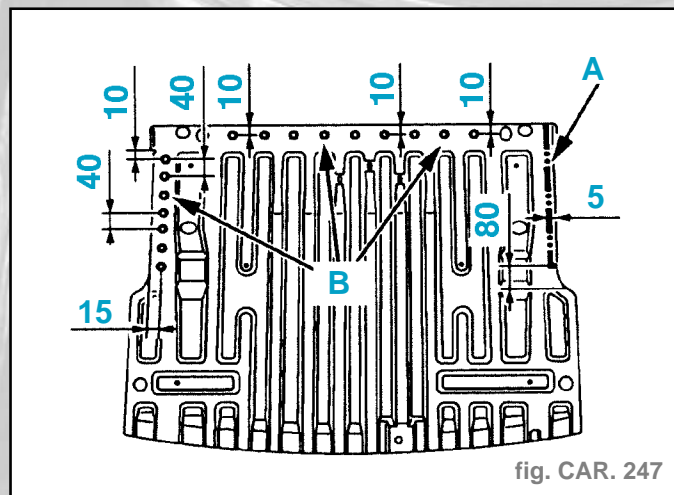

fig. CAR. 247
- Tracer, puis découper à l'aide d'une meule épaisseur **1 mm** (suivant A) (coupe définitive) (fig. CAR. 247).